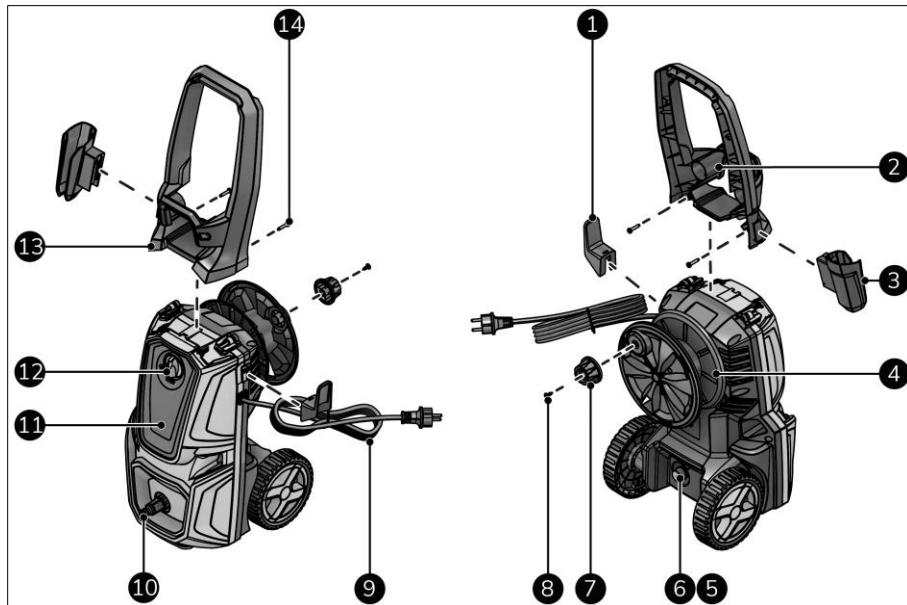

Figure 4
Cet appareil EUROM est un nettoyeur à haute pression facile à utiliser (figure 4). L'appareil est conçu pour un usage domestique, tel que le nettoyage de véhicules, bâtiments, terrasses, façades et équipements de jardin.
1. Assurez-vous que le commutateur MARCHE(I) / ARRÊT(0) est en position ARRÊT(0) (figure 4, pos. 12).
5. Allumez l'appareil (figure 4, pos. 12).